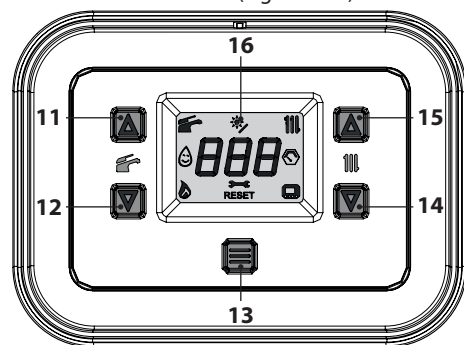
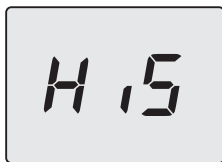
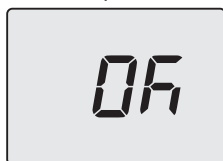

Figura 5.35
Figura 5.36
Figura 5.42
- Entrare in "modalità programmazione" premendo contemporaneamente per 5 secondi i tasti 12 e 14 (Figura 5.35) fino a far apparire sul display LCD le lettere **HiS** che indicano il menu "Storico delle caldaia" (Figura 5.36).
12 e 14 per 5 sec. (Figura 5.35) (ritorno al livello precedente).
- Premere per 1 sec. il tasto 13 (Figura 5.35) per entrare nel parametro selezionato. Il display visualizzerà quanto segue (Figura 5.40).
- Premendo il tasto 13 (Figura 5.35) si ottiene la conferma del valore inserito. Il display visualizzerà per 5 sec. quanto segue (Figura 5.42) poi, si porterà al livello superiore.
- Premendo contemporaneamente i tasti 12 e 14 (Figura 5.35) si esce senza modificare il valore (ritorno al livello precedente).
- tenere premuti contemporaneamente i tasti 12 e 14 per 5 sec. (Figura 5.35) (ritorno al livello precedente).